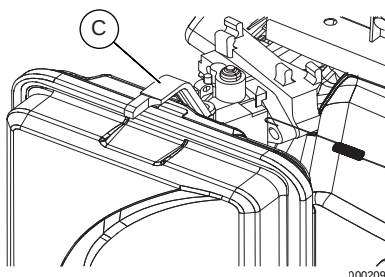

Figura 3-4. Posición de estrangulación
- Consulte Figura 3-4. Deslice el estrangulador del motor (C) a la posición de estrangulamiento completo (izquierda).
5. Consulte Figura 3-4. Mueva la palanca del estrangulador del motor hacia fuera a la posición de Estrangulamiento completo.
5. Consulte Figura 3-4. (Solo modelos de 49 Estados) Mueva la palanca del estrangulador a la posición RUN (palanca del estrangulador hacia la derecha).